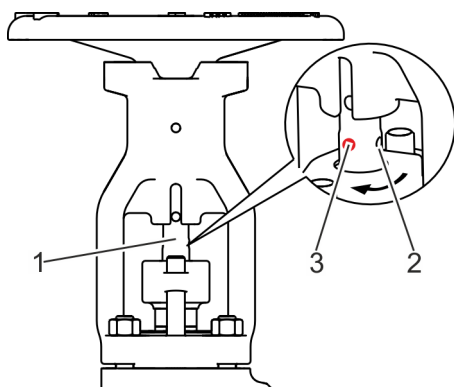

Fig. 41: Rotation de la broche à 90 degrés
4. ➤ Introduire l'outil d'extraction à chocs dans l'alésage (Fig. 41/2).
5. ➤ Tourner la broche (Fig. 41/1) à 90° jusqu'à ce que l'alésage (Fig. 41/2) soit orienté vers l'avant (Fig. 41/3).
6. ➤ Protéger la broche (Fig. 41/1) contre les rotations avec l'outil d'extraction à chocs dans l'alésage orienté vers l'avant (Fig. 41/3).